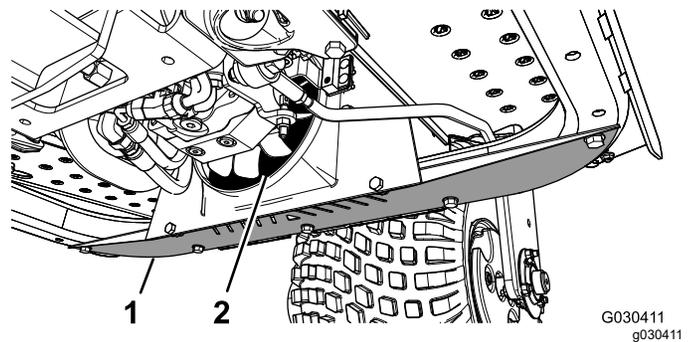

Figure 50
1. Déposez la protection inférieure (Figure 50).
2. À l'aide d'un embout, soufflez de l'air comprimé entre les pales du ventilateur (Figure 50) pour forcer les débris dans la direction opposée à celle où ils sont rentrés.